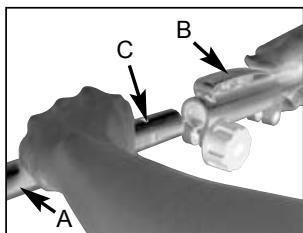

рис. 3A
1. Снимите крюк с нижнего вала (A). Нажмите на разблокировочный рычаг (B), одновременно вставляя нижний вал в муфту. (рис.3A)
2. Зафиксируйте разблокировочный рычаг в первом отверстии (C) в валу. (Рис. 3A)